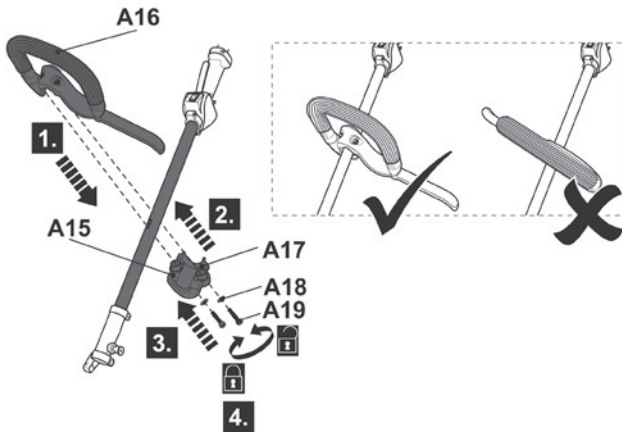

Fig. 1
- > Alinhe os orifícios de fixação do suporte inferior e da pega dianteira. > Fixe a ligação com os parafusos (A18) e as anilhas (A19) para fixar a pega dianteira na devida posição (Fig. 1).